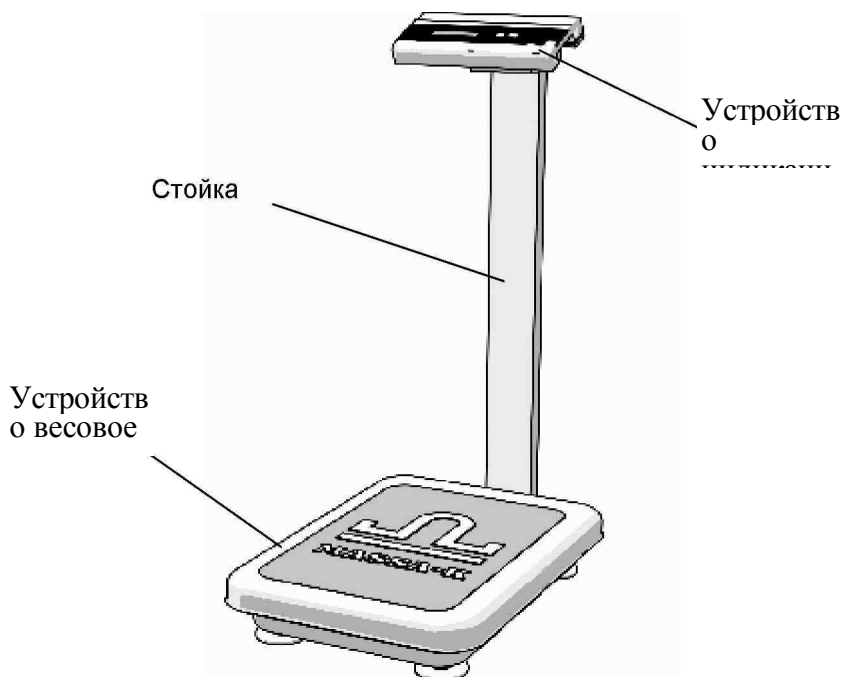

Рисунок 7.1
7.1 Конструктивно весы состоят (рисунок 7.1) из устройства весового, стойки и устройства индикации.